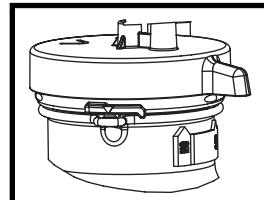

Figura 2
- 3. Retire el ensamble de la tapa girándola hacia la izquierda 1/4 de giro para alinear la flecha de la tapa con la lengüeta del tanque (Figura 2). Retire la tapa.